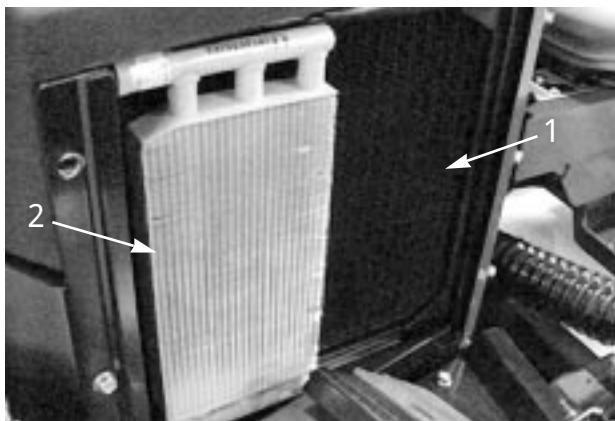

図47
- 3 . オイル・クーラ（図47）を清掃する。たまたまゴミをていねいに取り除くこと。